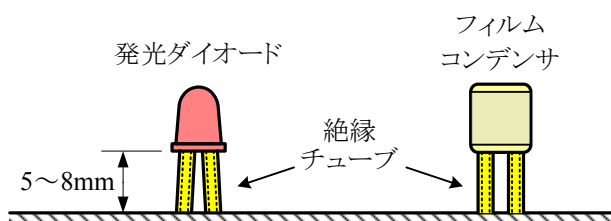

図 1 1 絶縁チューブをかぶせる部品の取付け方
- ⑨ 押しボタンスイッチ (SW1)、トグルスイッチ (SW2) は、図 1 2 のように Rating (定格) の表示が右側になる向きに、固定用金具の止まりまでプリント基板に差し込み取付ける。